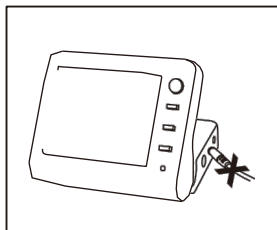

図31
- 1) 充電器が本体に接続されている場合は、取り外してください。（図31）